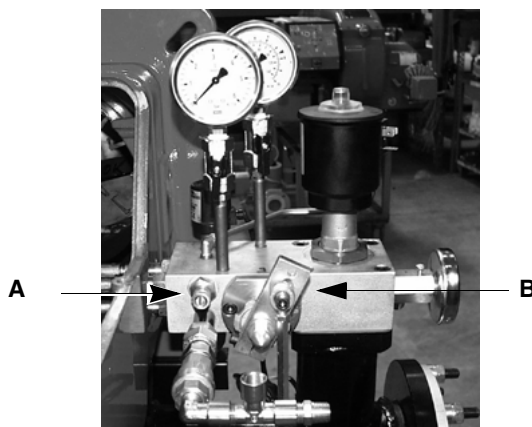

Рис. 35
- Снять и почистить регулятор сжатого воздуха, **A** на Рис. 35.
Снять и почистить регулятор мазутного топлива, **B** на Рис. 35.